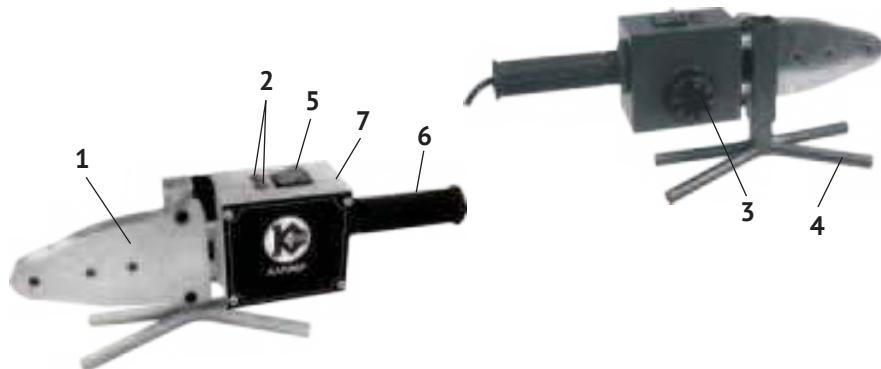

рис. 1
4.1 Общий вид сварочного аппарата представлен на рис.1
4.2 Сверху на корпусе (рис.1 поз.7) аппарата расположены клавиши (рис.1 поз.5) переключателя режимов нагрева и, соответствующие им индикаторы (рис.1 поз.2). Нажав одну клавишу, устанавливаем режим нагрева с мощностью 1000 Вт, при нажатии обеих клавиш устанавливается режим нагрева с мощностью 2000 Вт. Включение ТЭНа (при подключённом к сети аппарате) и установка температуры осуществляется ручкой термостата (рис.1 поз.3). Термостат поддерживает (в интервале от 50 до 300 °C) выставленную температуру в автоматическом режиме.
6.1 Из кейса извлеките подставку (рис.1 поз.4). Установите её на ровной и надёжной поверхности рабочего стола (верстака).
6.3 С обеих сторон нагревательного элемента (рис.1 поз.1) установите и через отверстия закрепите парные насадки, необходимые для предстоящей работы. Насадки должны быть чистыми.
7.1 Включите сварочный аппарат в сеть. Включите ручкой (рис.1 поз.3) термостат и установите необходимую (для конкретного материала) температуру сварки.
7.2. Для достижения рабочей температуры нагревательного элемента (рис.1 поз.1) и установленных насадок потребуется некоторое время. Выключатель (рис.1 поз.5) имеет 2 режима нагрева тэна: I - 1000 Вт, II - 2000 Вт. Индикаторные лампочки (рис.1 поз.2) указывает на нагрев в одном из режимов и готовности сварочного аппарата к работе. Будьте крайне осторожны.
Корректировку температуры производите регулятором температуры нагрева ручкой терmostата (рис.1 поз.3).